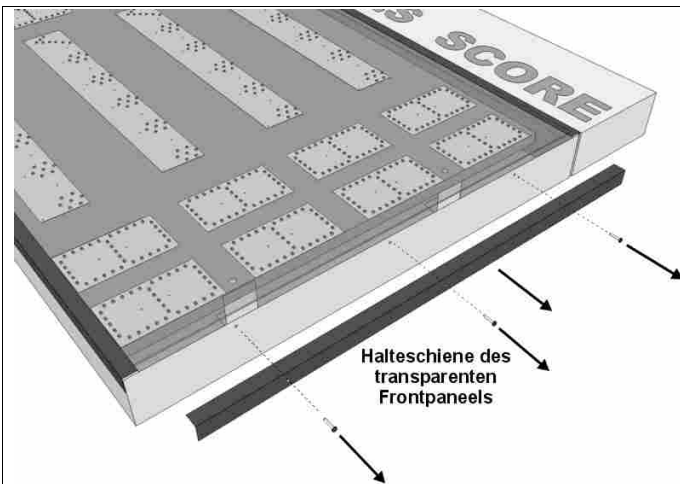

Abb. 14: Befestigungsschrauben des Frontpaneels
2. Von dem Modul, an dem sich die zu ersetzende Platine befindet, eine Seitenschiene entfernen, indem Sie die drei Befestigungsschrauben mit einem Kreuzschraubenzieher abschrauben (Abb. 14).